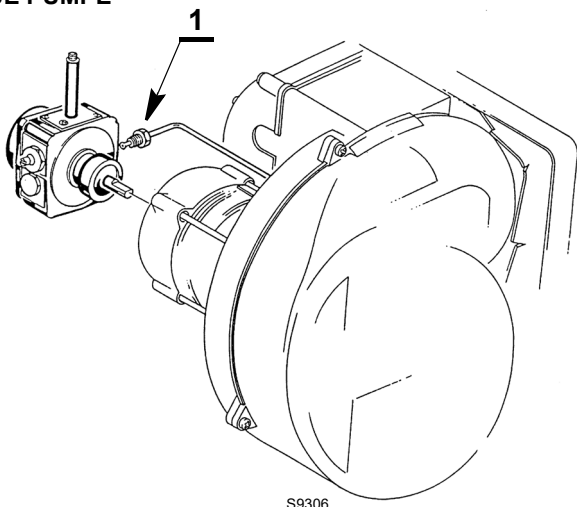

Abb. 7
- Ziehen Sie den Anschluss 1) (Abb. 7) mit einem Anzugsmoment von $15 \text{ Nm} \pm 1 \text{ Nm}$ fest.